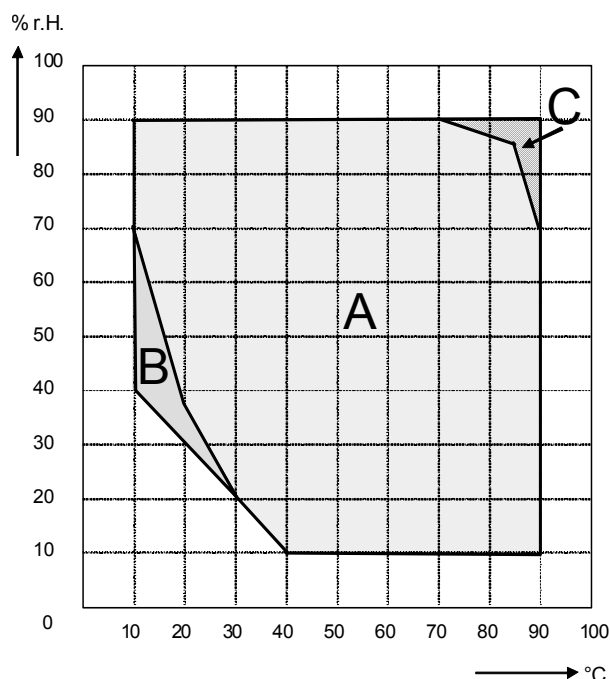

Figura 20: diagramma temperatura-umidità
La camera climatica per test KMF dispone di un sensore di umidità capacitivo che consente di ottenere una precisione di regolazione di max. ± 3 % UR rispetto al valore nominale impostato. I grafici di temperatura-umidità (Figura 20) indicano i rangi di lavoro consentito per l'umidità.
I valori nominali di temperatura e umidità devono essere compresi entro il range ottimale (area tratteggiata nella Figura 20). L'apparecchio è protetto da un'eccessiva umidità da condensa solo all'interno di tale range.
Dopo aver azionato l'interruttore umidità ON / OFF (3) (nel pannello di controllo laterale), la camera climatica per test KMF umidifica e deumidifica a seconda dell'esigenze, per aggiungere il valore nominale di umidità impostato all'interno dell'intervallo temperatura/umidità regolabile (Figura 20).